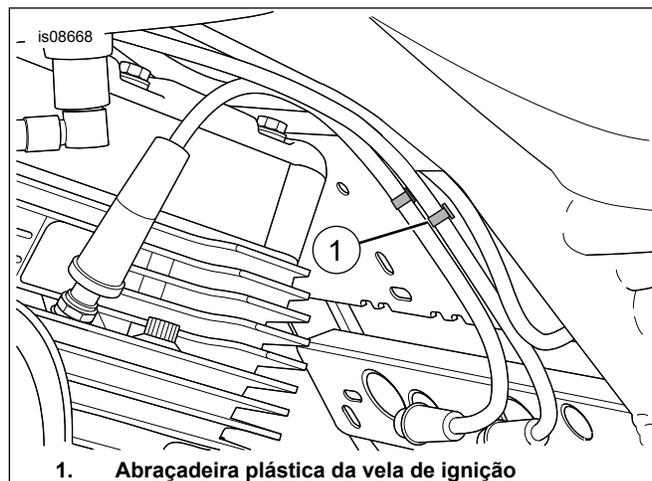

Figura 3. Abraçadeira plástica da vela de ignição
4. Veja Figura 3 . Remova a abraçadeira plástica da vela de ignição (1).